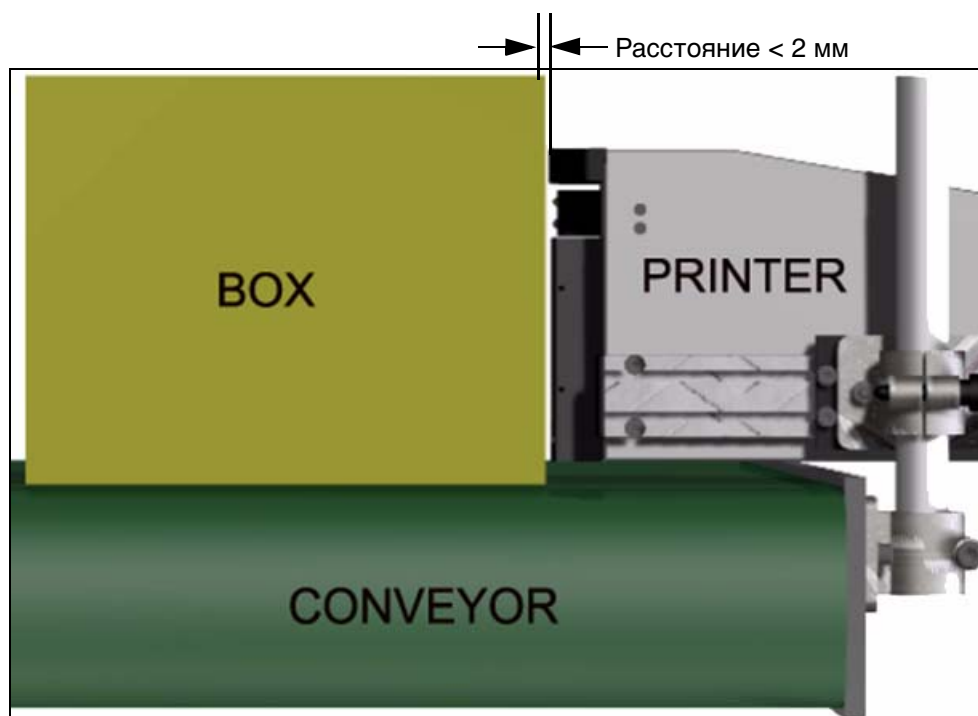

Рисунок 4-16: Расстояние
**Примечание:** Чтобы получить высококачественную печать, расстояние между печатающей головкой и продуктом должно быть не больше 2 мм (Рисунок 4-16 на странице 4-14). Используйте инструкции на упаковке конвейерного оборудования для того, чтобы поддерживать расстояние.